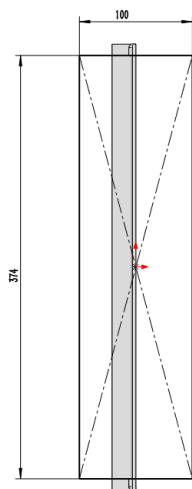

图 13-59 绘制草图对象
(12) 单击【草图绘制】按钮，选取右视基准面，进入草图绘制环境，绘制草图对象，如图 13-59 所示。